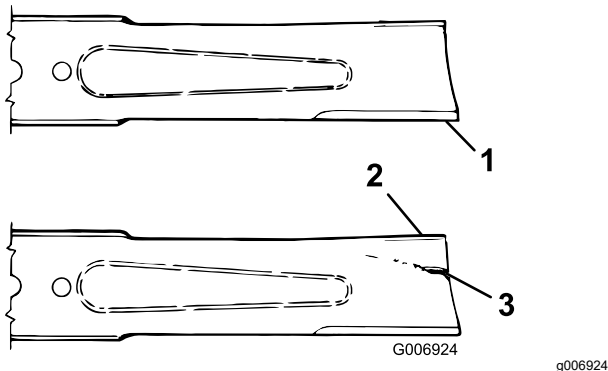

Bild 77
3. Prüfen Sie die Schnittkanten des Messers sorgfältig, insbesondere dort, wo die geraden Flächen die gebogenen berühren (**Bild 77**).
4. Wenn Sie Abnutzungen (Bild 77) feststellen, sollten Sie das Messer auswechseln, siehe Prüfen des Messerniveaus (Seite 73)
Wenn sich das Messer abwetzen kann, bildet sich ein Schlitz zwischen dem Windflügel und dem flachen Teil des Messers (Bild 77). Zuletzt kann sich ein Stück des Messers lösen und aus dem Gehäuse ausgeschleudert werden. Das kann zu schweren Verletzungen bei Ihnen selbst und Unbeteiligten führen.